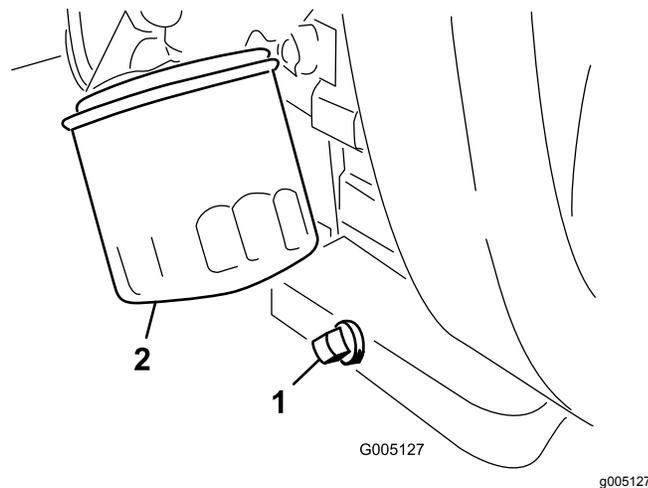

Figura 38
1. Retire o tampão de escoamento (Figura 38) e deixe o óleo escorrer para um recipiente adequado.
2. Limpe os roscados do tampão de escoamento, aplique vedante PTFE e coloque o tampão de escoamento (Figura 38).
3. Retire o filtro do óleo (Figura 38).